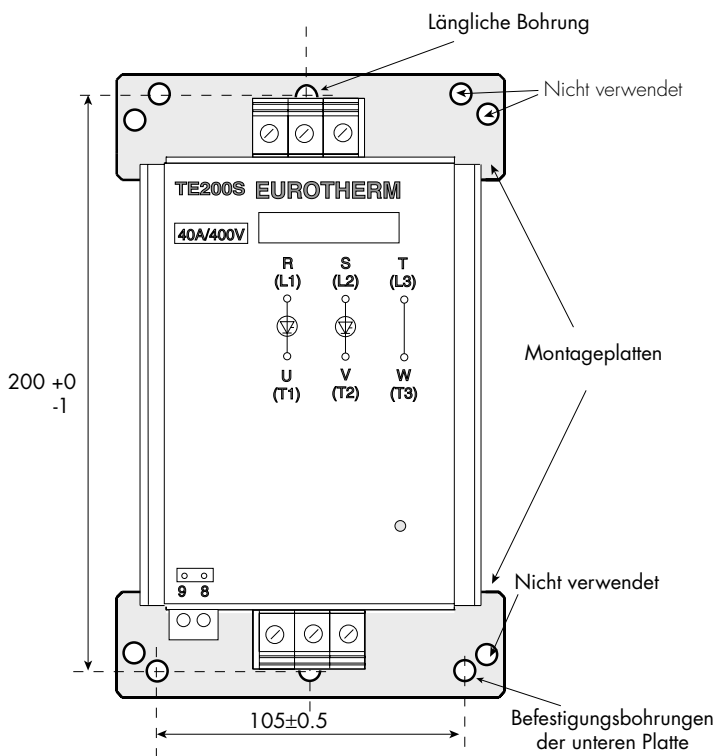

Abb. 2.4 Montageabmessungen für Rückwandmontage
- Bohren Sie drei Löcher für M6 Schrauben (Abstände siehe Abb. 2.4).